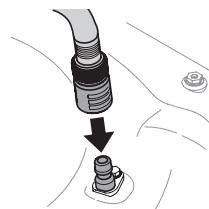

Figure 35
- Branchez le tuyau d'arrosage et l'embout au gicleur sur le plateau de coupe. Voir Figure 35.